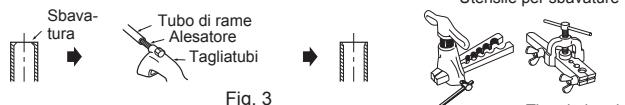

Fig. 3
- Nel collegare il tubo di scarico al tubo rigido in cloruro di vinile, avere cura di inserirlo saldamente all'interno di quest'ultimo. (Fig. 3)
- Porre il coperchio dello scarico sulla sezione su cui il tubo di scarico deve essere applicato sul retro dell'unità interna. (Fig. 3)
- Rimuovere completamente tutte le sbavature dalla sezione di taglio del tubo. (Fig. 3)